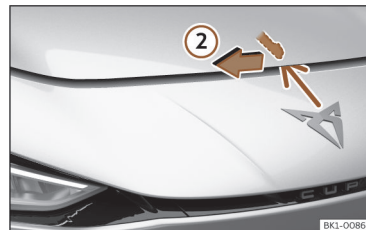

Abb. 184 Hebel unter der Motorraumklappe.
- Um die Frontklappe zu öffnen, drücken Sie den unterhalb der Frontklappe mittig vorgesehenen Hebel mit der Hand nach links >>> (**Abb. 184**) ②. Die Fanghaken werden entriegelt.